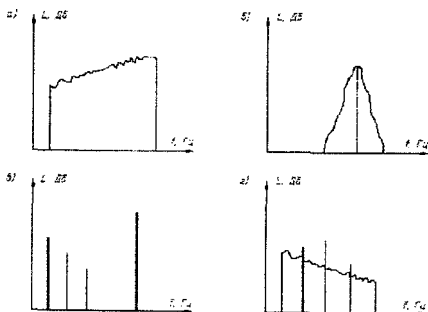

Рисунок 1.1. Спектры производственного шума:
Шум может быть разделен на простейшие составляющие его тона соответствующих частот и интенсивности. Графическое изображение состава шума называется спектром (рис. 1.1).
- широкополосный (с непрерывным спектром шириной более одной октавы), рис.1.1 (а, б).
- тональный (прослушивается дискретный тон) рис.1.1 (в, г).